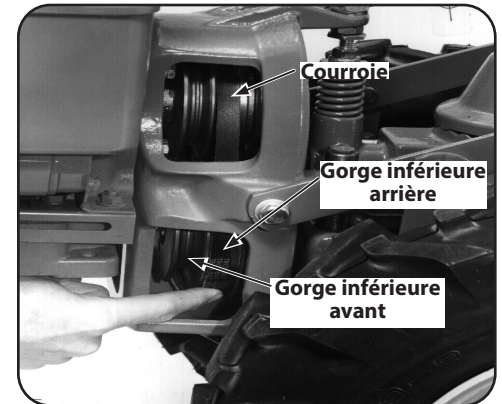

Figure 4-11
6. Mettez-vous à la droite du motoculteur et finissez de déplacer la courroie. Voir Figure 4-11.